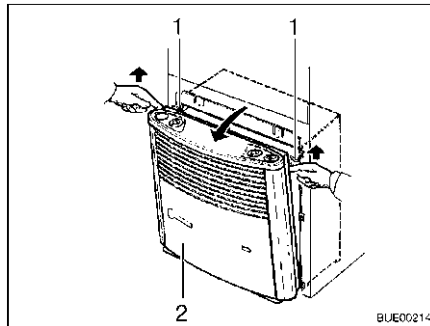

Fig. 110 Rimozione della copertura del riscaldamento
- Rimuovere la copertura del riscaldamento (Fig. 110,2). Tirare verso l'alto, in avanti la copertura, spingere verso l'alto le molle di sostegno (Fig. 110,1) e ribaltare la copertura in avanti.